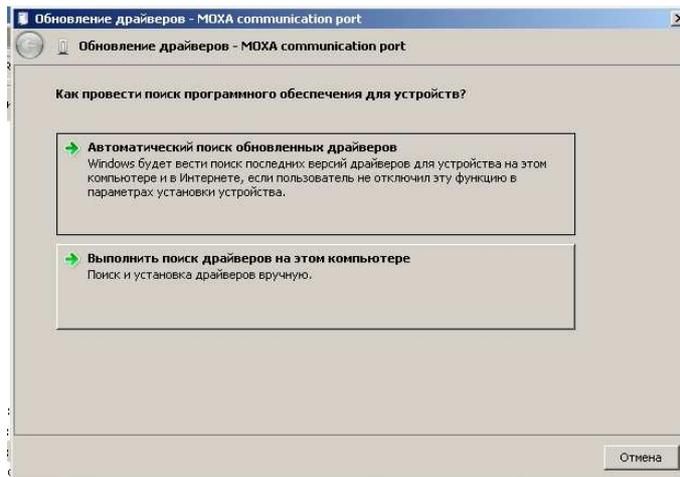

Рис. 8.23
- в открывшемся окне «Обновление драйверов - MOXA communication port» нажмите на кнопку «Выполнить поиск драйверов на этом компьютере» (Рис. 8.23);